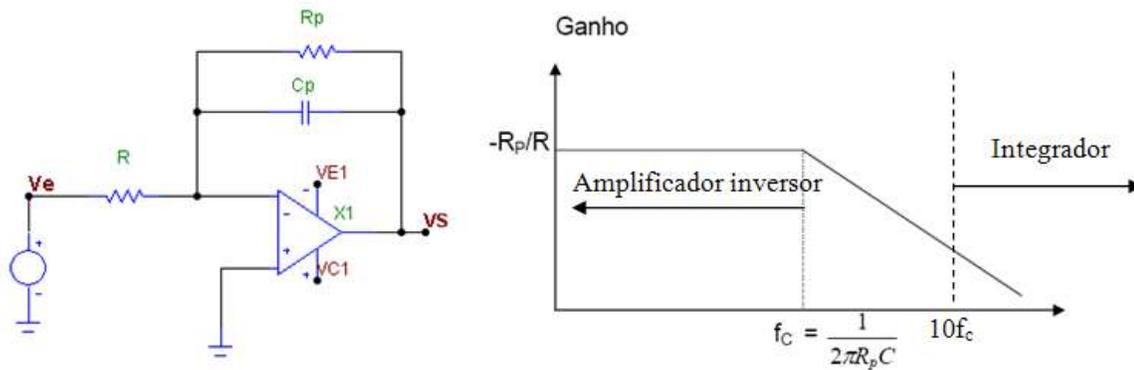

Fig2.31: Integrador com resistor de realimentação limitador de ganho
2.21 Se na Fig2.31 $R_P = 10K$, $R = 1K$ e $C = 0,1\mu F$, para que frequências obteremos na saída uma onda triangular se a entrada for uma onda quadrada ?